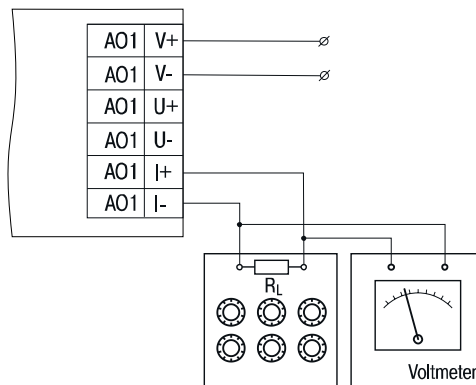

Fig. 6.3 Connexion de la source de signal de référence actuelle à une sortie ($R_L < 300 \Omega$)
1. . Connectez la source de signal de référence selon la figure 6.3 ou 6.4 à la sortie.